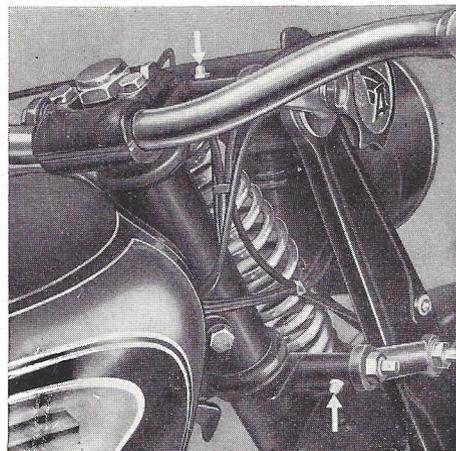

Bild 1
Bei der B 250 gibt es 4 Schmierstellen an der Vordergabel bei der Ausführung als Parallelogramm-Gabel (Bild 1) und 2 Schmierstellen an der Vordergabel bei der Ausführung als Teleskop-Gabel. Weiterhin sind die Schmierstellen am Tachometerantrieb (1), am Kupplungshebel (1) und je 1 Schmierstelle an der Vorder- und Hinderradnabe zu beachten. An diesen Schmierstellen wird von Zeit zu Zeit die Fettpresse angesetzt und so viel Fett eingepreßt, daß es